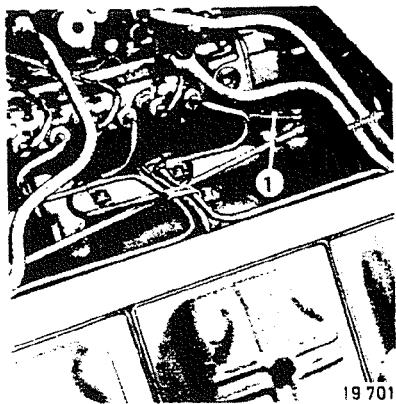

Рис. 6
- Рычаг регулятора 1 (см. рис. 6) вручную или при помощи ножного привода переместить на $1/4$ полного хода.